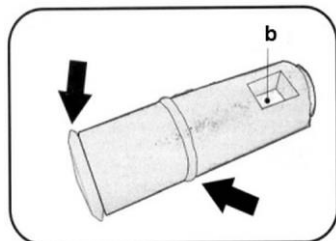
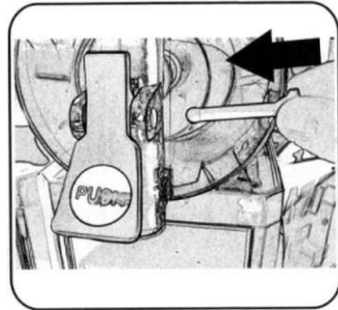

Afb. 38
Afb. 40
1. Bevochtig de pakkingen (Afb. 38) en afdichtingen (Afb. 40) van de aftapkraan met water voordat u de onderdelen van de aftapkraan monteert.
2. Installeer de veer en de pen van de aftapkraan zoals afgebeeld in Afb. 38 en 39.
3. Let er bij het plaatsen van de pen van de aftapkraan op dat het kleine gaatje (zie Afb. 40) precies voor u zit.